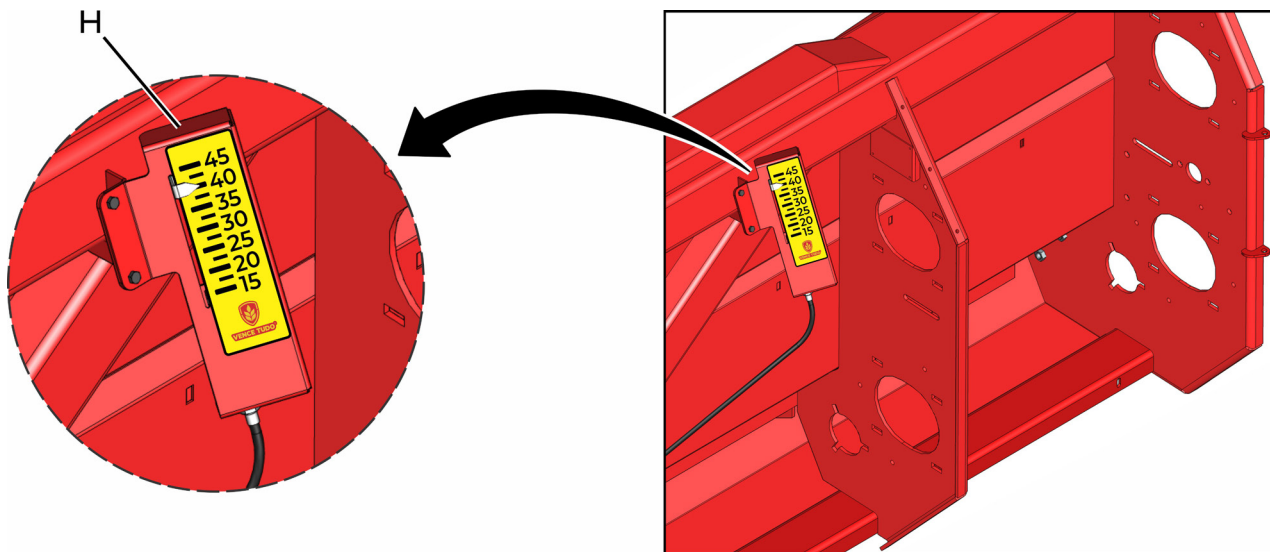

fig. 36
- **MARCADOR DO ABRE-FECHA:** A plataforma possui um marcador do abre-fecha (H) (fig. 36). Este marcador indica em uma escala graduada, que é vista da colheitadeira, qual é a medida que está sendo aplicada nas chapas.